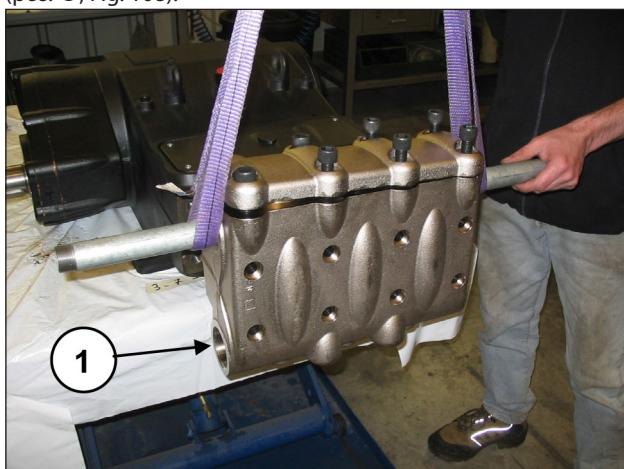
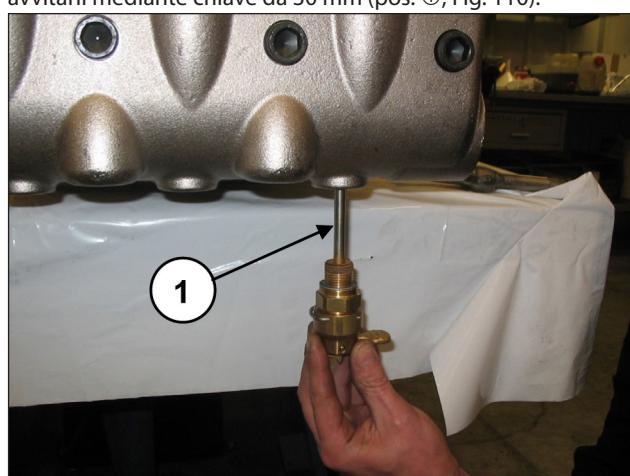

Fig. 107
Fig. 108
Serrare le 8 viti M16x180 partendo dalle 4 viti interne in modo incrociato (vedere Fig. 107), per poi proseguire con le 4 viti esterne, sempre serrando in modo incrociato
Montare la testata sul carter pompa (pos. ①, Fig. 107) facendo attenzione a non urtare i pistoni ed avvitare le 8 viti M16x180 (pos. ①, Fig. 108).